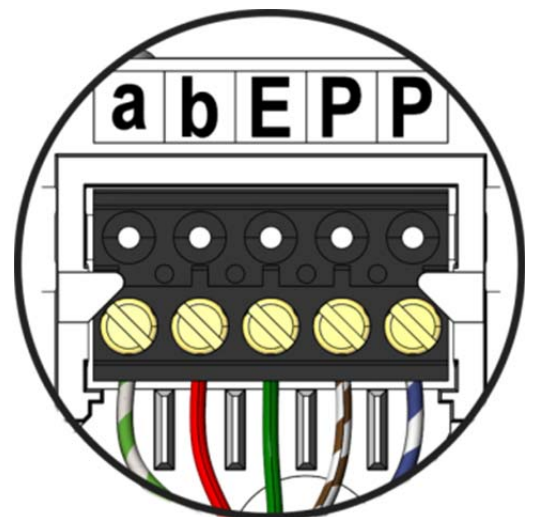
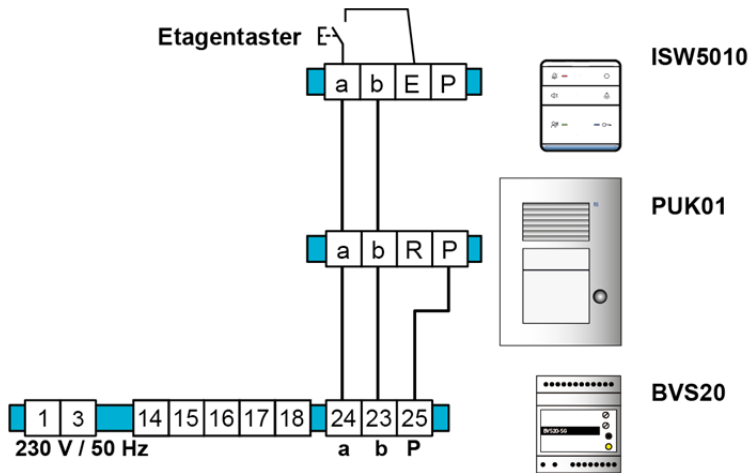

Abb. 5: Leitungen anschließen
Abb. 8: Schaltungsbeispiel 2-Drahtbetrieb
- ▶ Schließen Sie die Leitungen gemäß Beschriftung an (Abb. 5). Schaltungsbeispiele siehe S. 13 Abb. 8.